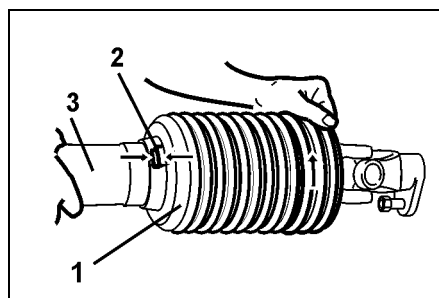

Fig. 36
2. Skru trakten (Fig. 36/1) i monteringsstilling (Fig. 36/2).
3. Trekk av det halve vernerøret (Fig. 36/3).